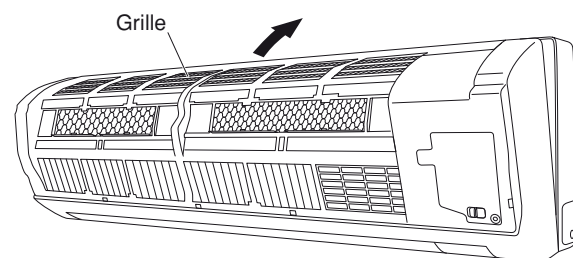
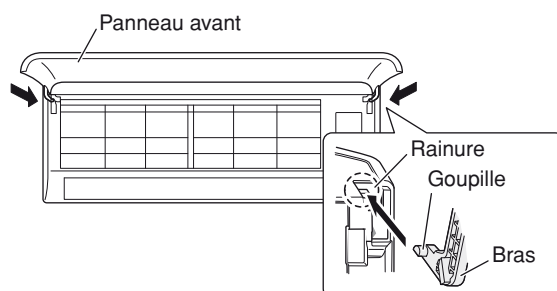

Fig. 18b-2
Fig. 18c-2
- (1) Pour reposer la grille, en insérer d'abord le bas dans le bâti. (Fig. 18b-2) Insérer ensuite les languettes du haut de la grille et de la partie avant dans le bâti.
- (2) Vérifier que la grille est bien en place dans son bâti et maintenue dans cette position par les languettes.
- (3) Presser fermement la sortie d'évacuation d'air avec la main pour garantir qu'il n'y a pas d'espace entre l'unité principale et la grille.
- (4) Resserrez les 3 vis et reposez les chapeaux de vis.
- (5) Saisissez le panneau avant des deux côtés au niveau des bras d'articulation, amenez ce panneau en position pratiquement horizontale, amenez les axes des bras d'articulation en contact avec le haut des rainures d'insertion gauche et droite du climatiseur et appuyez fermement jusqu'à ce que les axes des bras d'articulation cliquent en position. (Fig. 18c-2)